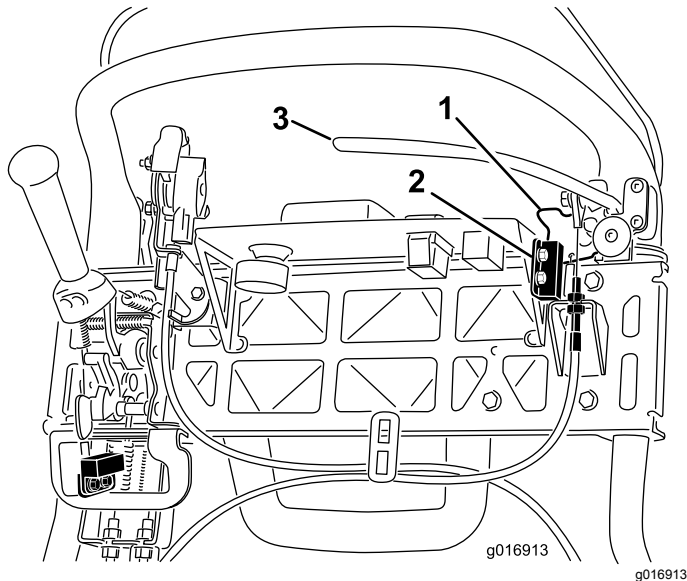

Рисунок 45
4. Ослабьте и снимите крепежные детали блокировочного выключателя (Рисунок 45).
5. Установите регулировочную прокладку толщиной 1,6 мм между фиксатором стояночного тормоза и блокировочным выключателем (Рисунок 45).